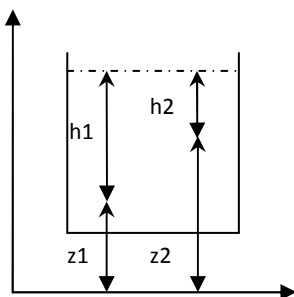

Fig.1
- Trouver les pressions absolues et effectives aux points 1 et 2 dans un réservoir (fig.1) ouvert qui est rempli de l'eau, sachant que $h_1=3\text{m}$, $z_1=4\text{m}$, $h_2=1\text{m}$, $z_2=6\text{m}$.